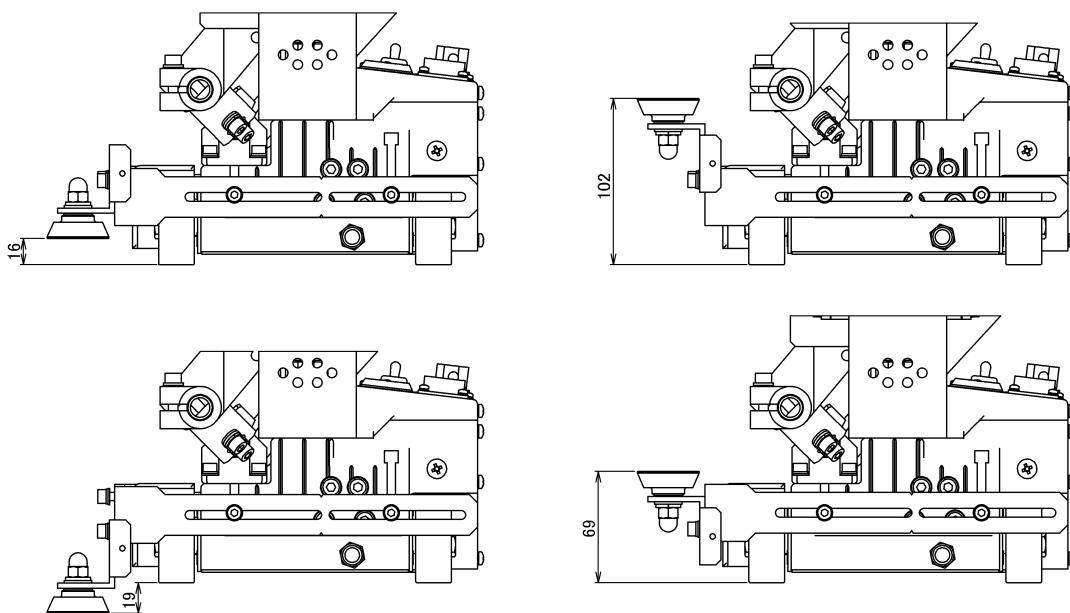

図3. ガイドローラー高さ
11. ガイドローラーの高さを広範囲で変更できます。(5.1 各部の名称の図 3 をご参照ください)